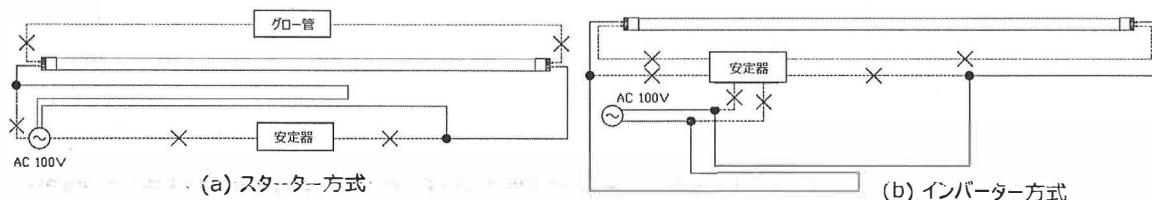

図2 蛍光管から直管型LEDへの置き換え時の接続方法（xの場所で、配線を切断し、安定器を切り離してください。）
- ・ 蛍光灯からの置き換えの場合、蛍光灯用安定器を電源ラインから分離し、本ランプに接続されていない事をご確認ください。（図2参照）